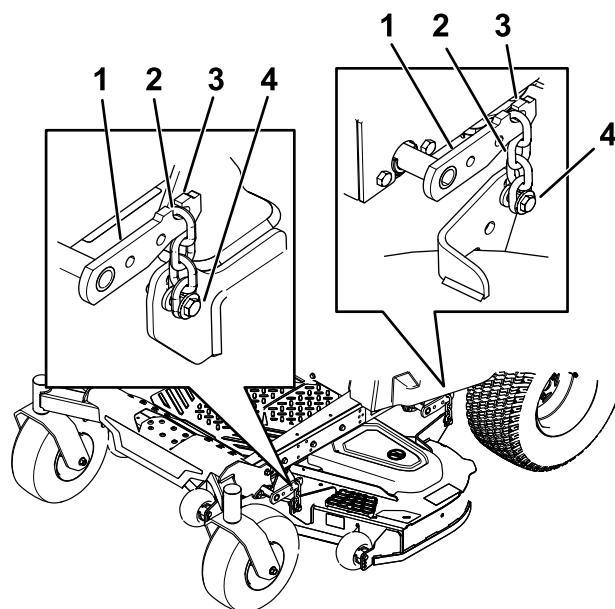

Figura 77
8. Îndepărtați lanurile de pe cârligele braelor de ridicare a punii (Figura 77).
6. Ridicați partea din spate a punii mainii de tuns iarba i montați lanurile pe braele de ridicare spate (Figura 77).
7. Montați lanurile frontale pe braele de ridicare față (Figura 77).